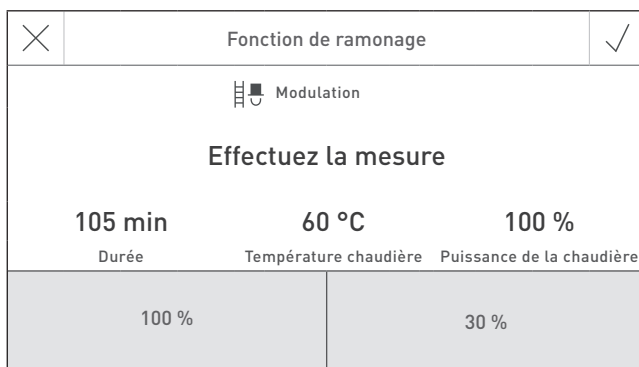

Fig. 68
- Ne commencer avec la mesure que lorsque le message « Effectuez la mesure » s'affiche – Fig. 68.